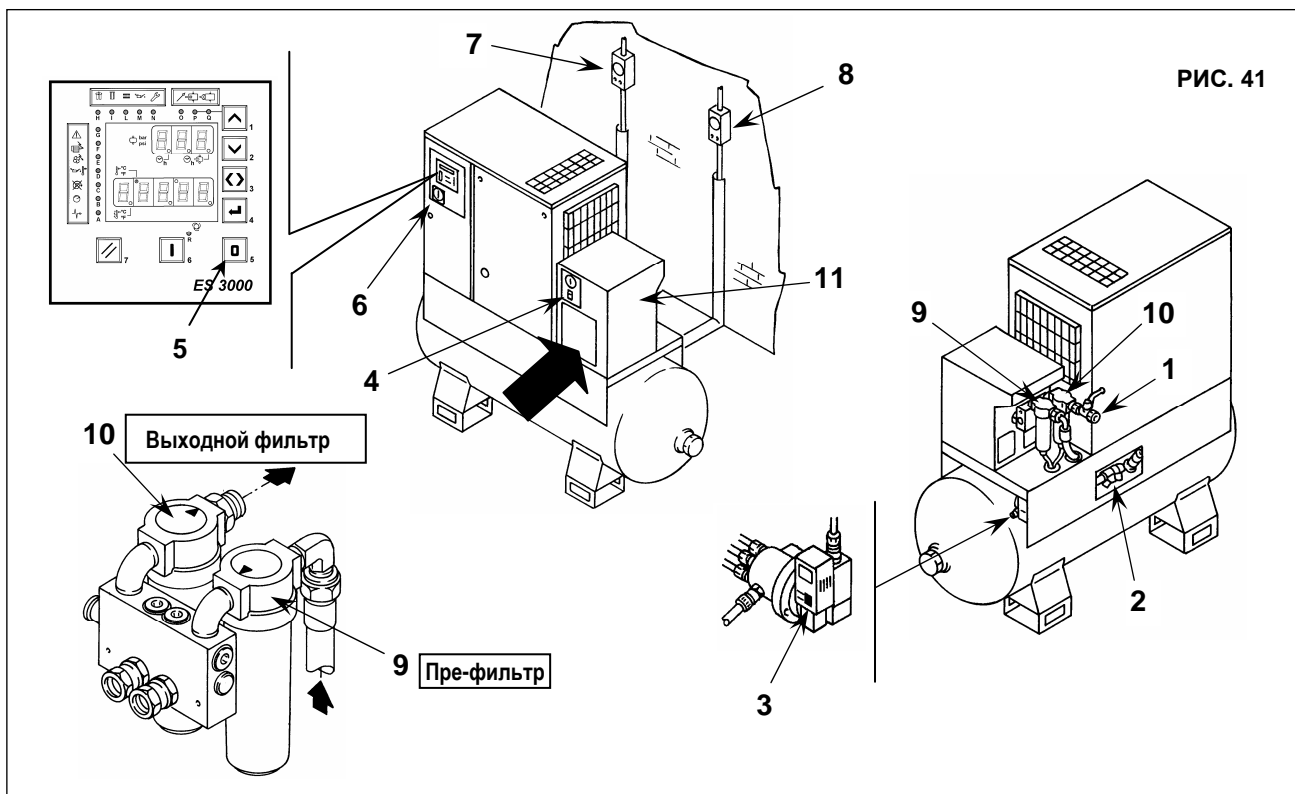

РИС. 41
- Выключите машину кнопкой 5 Рис. 41: компрессор будет работать в течении 20 секунд в режиме разгрузки.
- Нажмите кнопку 4 Рис. 41.
- Поверните изолирующий переключатель 6 Рис. 41 в положение "0" и заблокируйте его.
- Включите дифференциальный выключатель 7 (на винтовом компрессоре) 8 (на осушителе, если есть) Рис. 41.
- Снимите крышку 11 Рис. 41
- Очистите конденсатор сжатым воздухом (см. Рис. 41). **НЕ ИСПОЛЬЗОВАТЬ ВОДУ ИЛИ РАСТВОРИТЕЛИ.**
- Закройте крышку 11 Рис. 41.
- Закройте кран 1 и 2 Рис. 41.
- Стравите давление, нажав на кнопку "TEST" на устройстве слива конденсата (на 10-20 секунд), 3 Рис. 41.
- Нажмите кнопку 4 Рис. 41
- Выключите машину кнопкой 5 Рис. 41: машина остановится через 20 секунд работы в режиме разгрузки.
- Замените фильтры 9 – 10 Рис. 41.